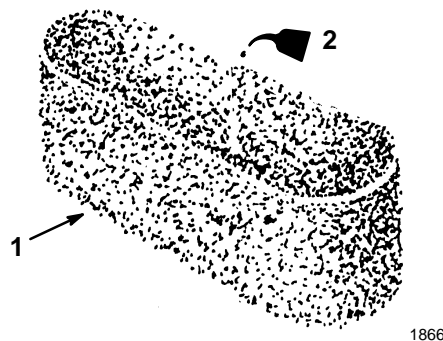

Abbildung 30
- C. Etwas Öl (1-2 oz.) auf den Einsatz geben (Abb. 30). Den Einsatz drücken, um das Öl zu verteilen.